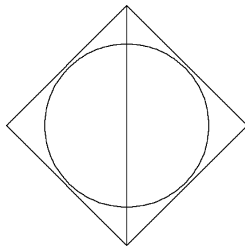

图 8-22 绘制正四边形和直线
(3) 单击“默认”选项卡“绘图”面板中的“直线”按钮 , 绘制一条连接正四边形上下两顶点的直线，如图 8-22 所示。